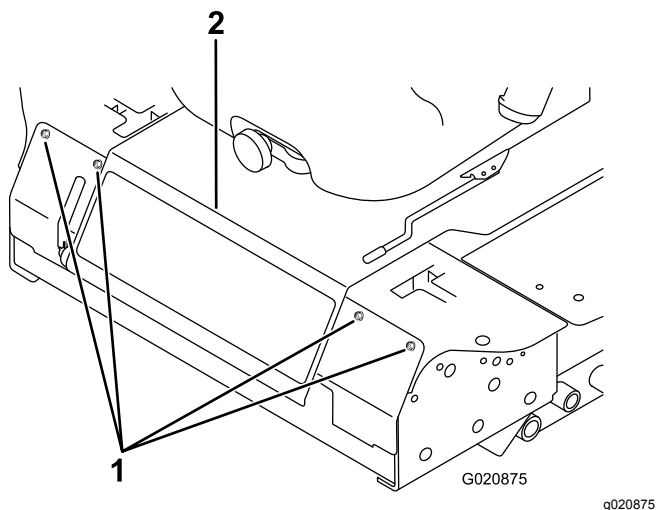

図 48
3. 前パネルを止めているボルトを外して前パネルを外す(図 48)。